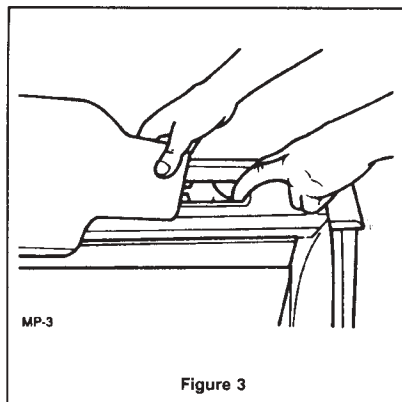

Figure 3
5. Tirez le levier de verrouillage vers l'avant (Figure 3). Poussez la patte de fixation dans la cavité et relâchez le levier de verrouillage.
1. Poussez les rabats vers le bas pour les décrocher (Figure 3).